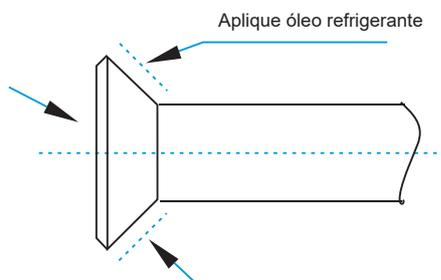

Figura 4.3
8. Antes de instalar a tampa do encaixe no encaixe do tubo, aplique algum óleo refrigerante ao encaixe (dentro e fora) e depois gire-o três ou quatro vezes antes de apertar a tampa. Consulte a Figura 4.3.